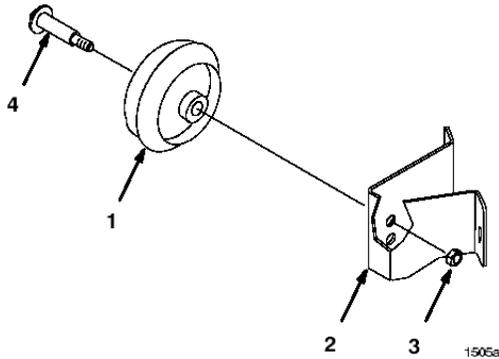

图6
1、用轮螺栓和3、8-16锁紧螺母(图6)将轮子装上。在两侧用相同的孔位高度。参见调节剪草机轮胎。